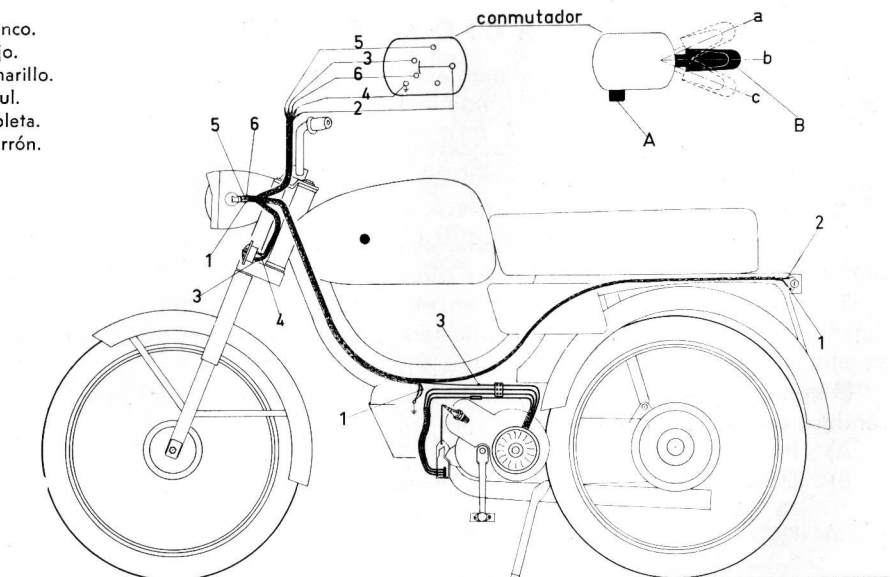

Fig. 5.—Instalación eléctrica.
**El conmutador de luces** está situado en la parte derecha del manillar, encontrándose en éste los mandos siguientes (fig. 5):